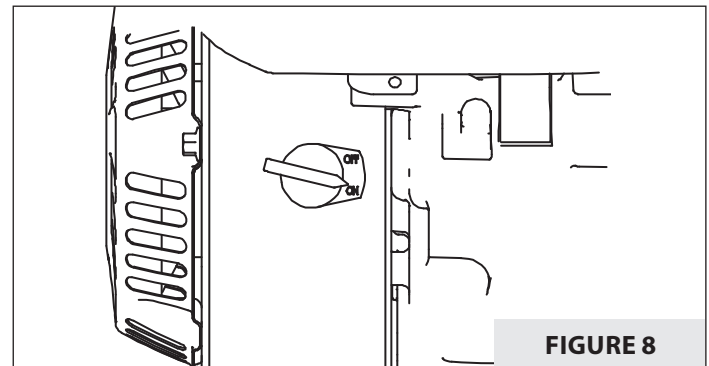

FIGURE 8
7. Mettre l'interrupteur ON/OFF (marche/arrêt) en position **ON**. **VOIR FIGURE 8.**